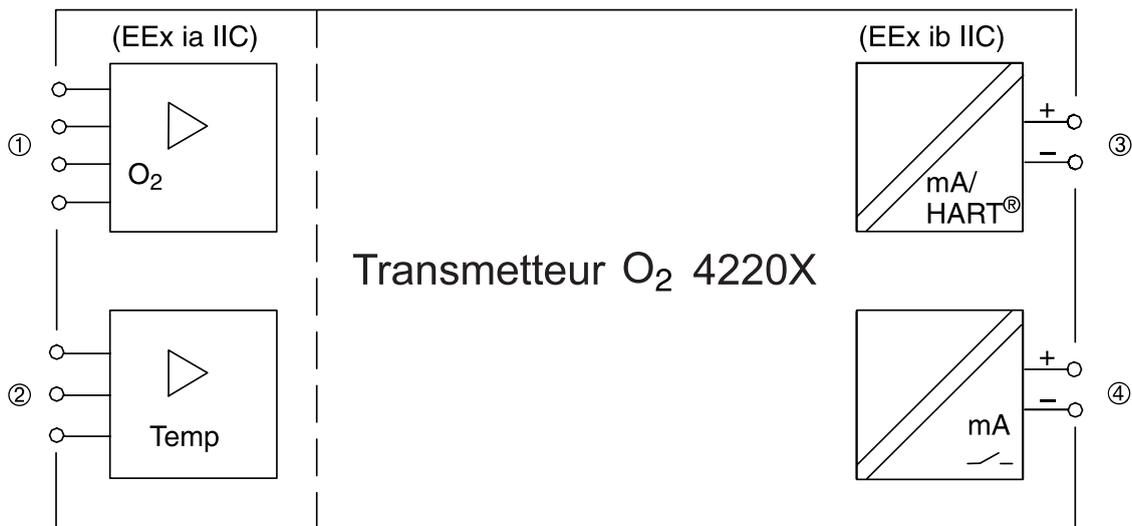

Fig. 2-1 Fonctions système du Transmetteur O2 4220X
La Fig. 2-1 montre les fonctions système. Les entrées de mesure ① et ② sont prévues pour le raccordement des cellules de mesure de l'oxygène Mettler-Toledo.